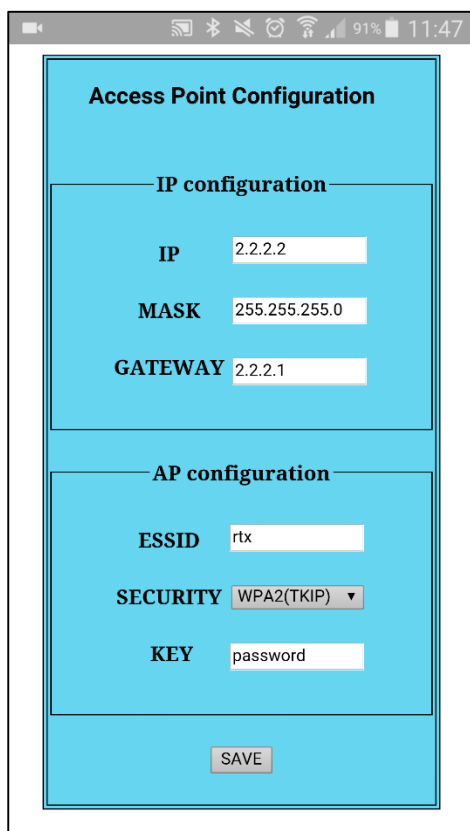
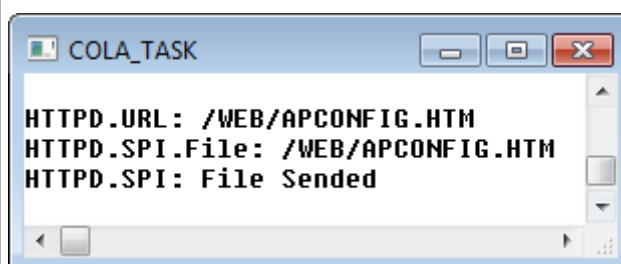

Figura 38: Modificació configuració WiFi
Figura 39: Modificació configuració WiFi(debug RTX)
- 3) Set apconfig (rtx): Aquest botó executarà una pàgina (Figura 38) que permetrà canviar la configuració de xarxa (IP, mascara, gateway) i la configuració AP (ESSID, xifratge, contrasenya). El seu debug es pot veure en la figura 39.